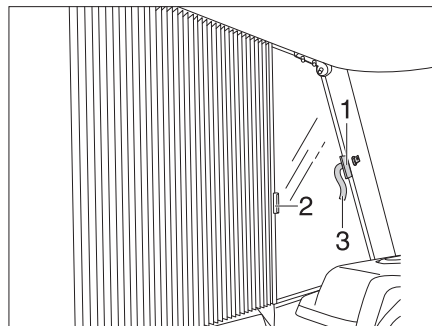

Bild 15 Sichern faltverdunklung Fahrer-/Beifahrerfenster
- Die faltverdunklungen für das Fahrerfenster und das Beifahrerfenster mit den Griffen (Bild 15,2) unter die Abdeckungen schieben und mit den Klettverschluss-Schlaufen sichern (Bild 15,1 und Bild 15,3). Die faltverdunklung ist gesichert.